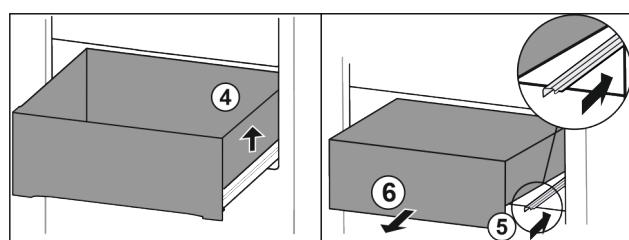

Fig. 20
- Nadvihnite zásuvku doprava. Fig. 20 (4)
- Zasuňte pravú koľajničku. Fig. 20 (5)
- Odoberte zásuvku dopredu. Fig. 20 (6)